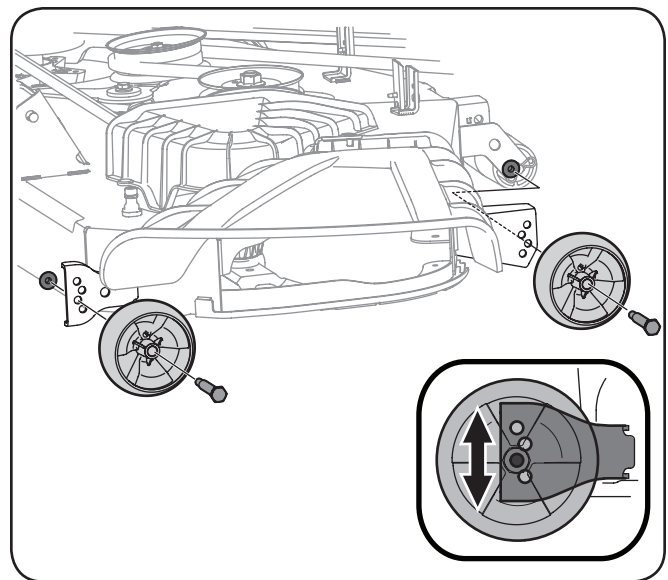

Figura 3-10
- b. Retire las ruedas de la plataforma delantera y trasera mediante la eliminación de las tuercas de seguridad de brida y los pernos de hombro que les ajustan a la plataforma. Consulte Figura 3-10.